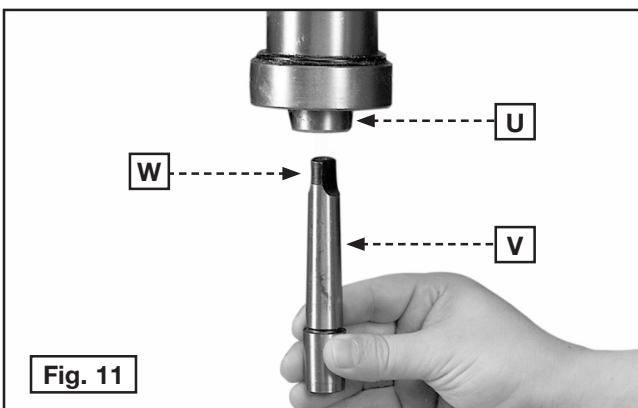

Fig. 11
IMPORTANT : s'assurer que le trou conique à l'extrémité de la broche (U), fig. 11, et l'adaptateur conique de broche (V) sont propres et exempts de graisse, laque ou revêtement antirouille.
Enfoncez l'adaptateur de broche (V), fig. 11, dans la broche (U), en vous assurant que le tenon (W) s'enclenche sur la fente correspondante à l'intérieur de la broche (U).